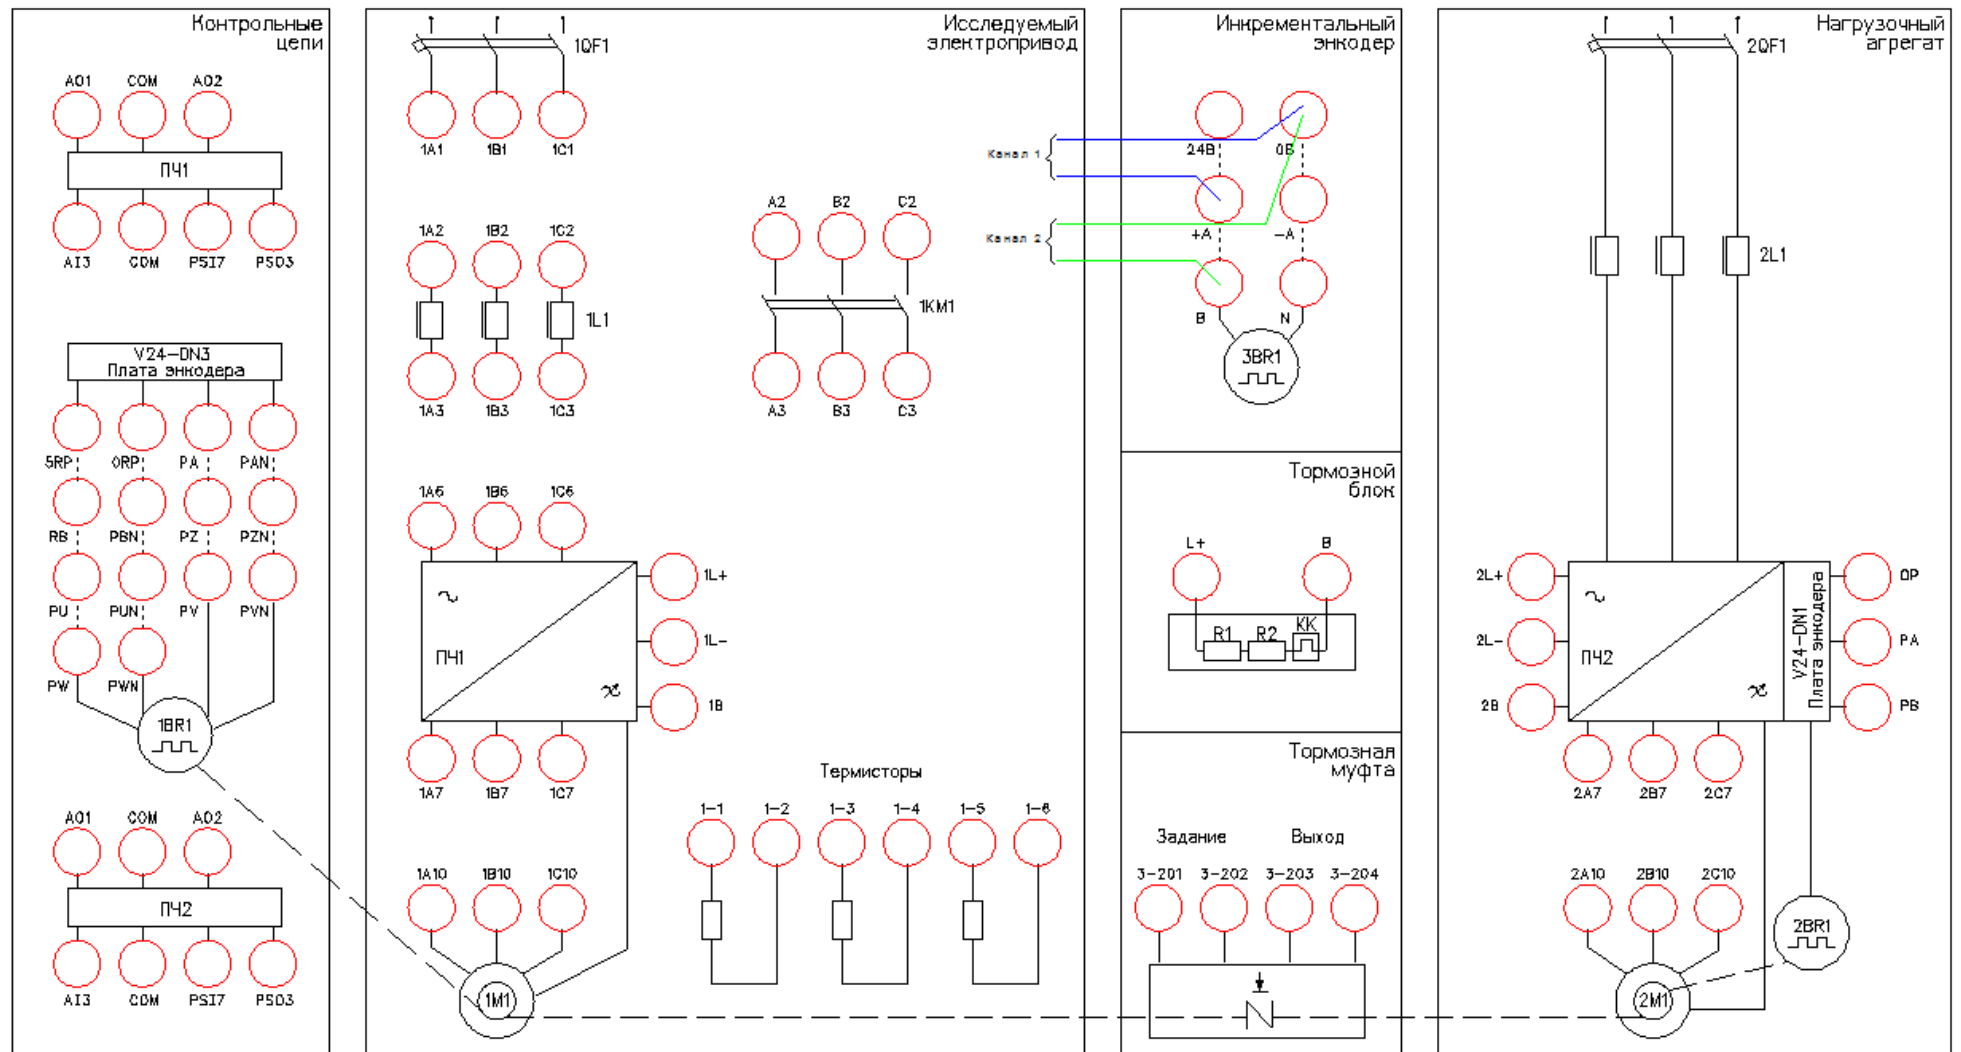

Рисунок 5 – Схема испытаний
5.1.1. Подготовьте схему силовой цепи для выполнения лабораторной работы. Для этого гибкими соединительными проводами из комплекта оборудования лабораторного стенда на панели с мнемосхемой соедините разъёмы так, как показано на рис.5.
Все турбогенераторы, гидрогенераторы, дизель-генераторы, синхронные компенсаторы и двигатели, изготавливаемые в настоящее время, оснащаются современными полупроводниковыми системами возбуждения – рис.3 – рис. 5. В этих системах используется принцип выпрямления трехфазного переменного тока повышенной или промышленной частоты возбудителей или напряжения возбуждаемой машины.
- системы бесщеточные диодные (СБД) – рис.5.